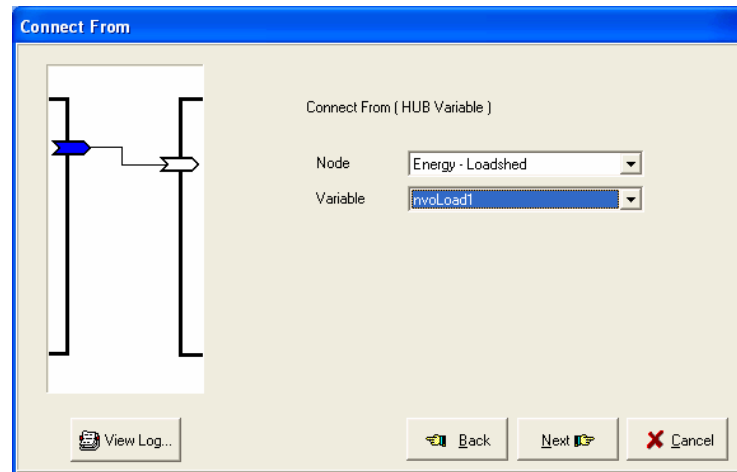

Figure 6 - Connexion provenant de...
- 10- La fenêtre qui s'ouvre (Figure 6) vous permet de choisir la variable d'entrée à laquelle vous désirez connecter la variable sélectionnée auparavant (nvoLOad1). Choisir le nœud de la charge désirée (ici RTU) dans la liste déroulante.